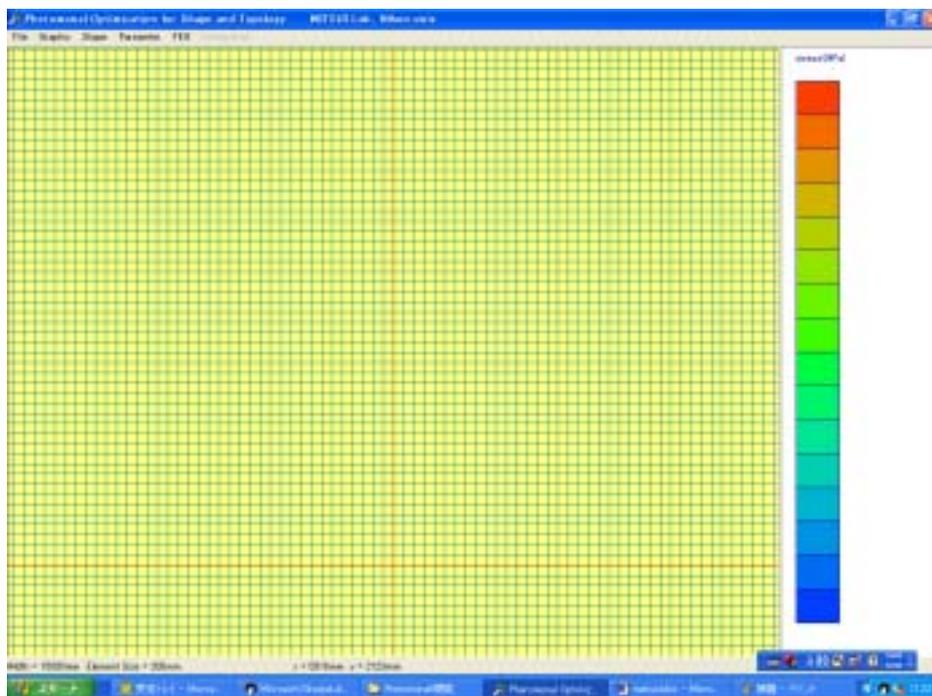

Fig.3
3. 次に Graphic メニュー内の Move Origin を選択します。この状態で画面の任意点をクリックすると、そこに原点が移動します。この例では、原点を中央下部に設定します。(Fig.3)